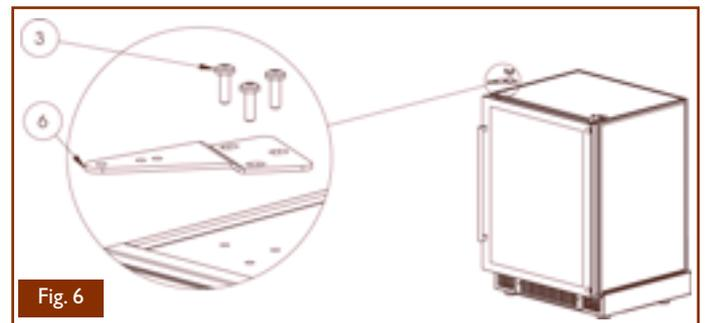

Fig. 6
- Montez la charnière sans axe (6) avec les vis (3) (Fig. 6).